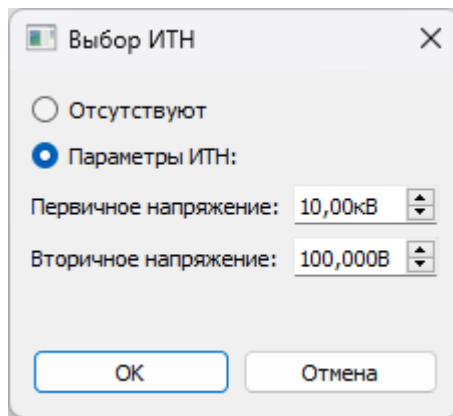

Рис. 28. Окно настроек использования внешних ИТН.
**5.5.2.3.** Настройка ПО. При использовании внешних ИТН следует в разделе основного окна «Измерительные трансформаторы напряжения» нажать кнопку «...». Далее в открывшемся окне (рис. 28) выбрать соответствующий режим.